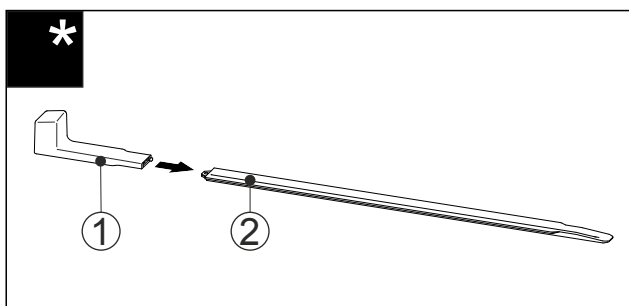

Fig. 59
- Montagegriff Fig. 59 (1) an die Nivellierschiene Fig. 59 (2) stecken.